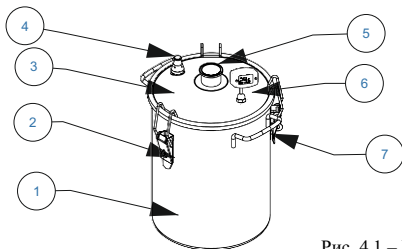

Рис. 4.1 – Перегонный куб
5.5. Ароматизатор. Данное дополнительное оборудование устанавливается между перегонным кубом (рис. 4.1.) и любой из надстроек (№1, №2, №3, №4) для соединения используйте кламп 1,5 дюйма и силиконовую прокладку.